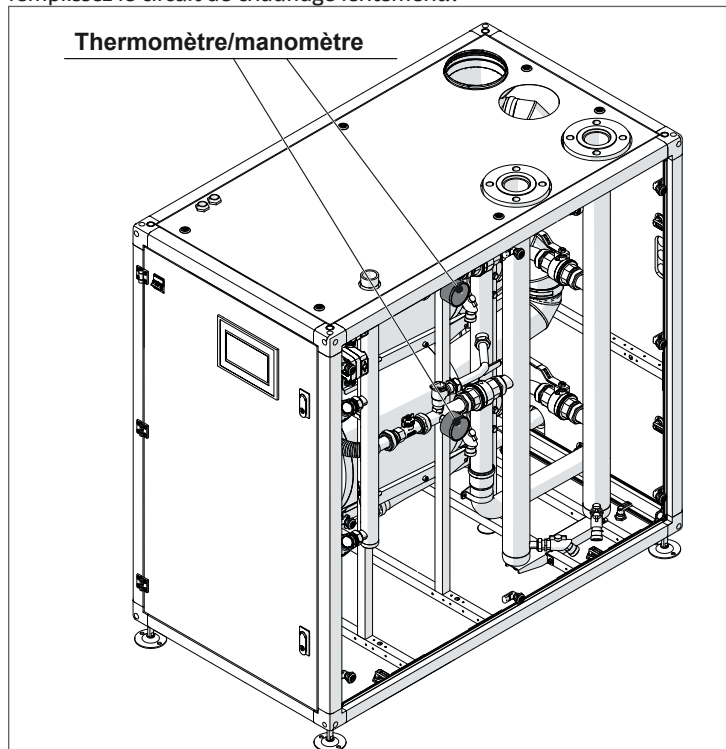

Fig. 52 Emplacement du thermomètre/manomètre
- Ouvrez la vanne de remplissage et procédez au remplissage du système de chauffage et de la chaudière jusqu'à ce que le manomètre (illustrée dans la Fig. 52) affiche la pression qui correspond à la taille du système de chauffage. La pression d'eau du système de chauffage doit être supérieure à 7,5 psi.
Ouvrez le robinet de remplissage et vérifiez la pression sur le thermomètre/manomètre illustré à la Fig. 52.